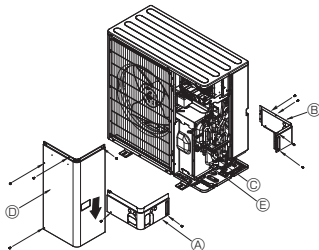

Fig. 5-3
5.3. Aukstumāģenta caurules (Fig. 5-3)